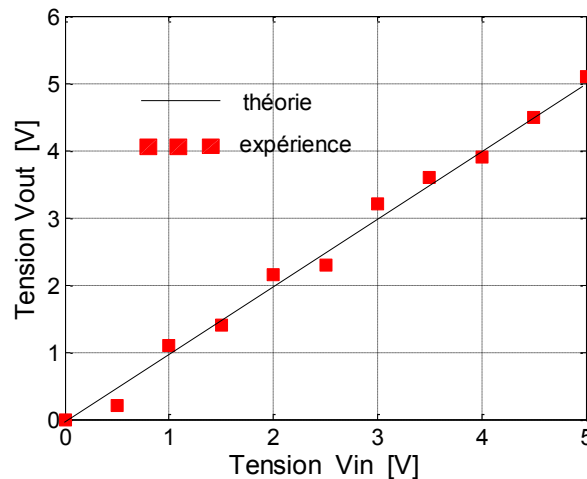

Figure 1 : Variation de la tension de sortie V_{out} en fonction de la tension d'entrée V_{in} du suiveur TL081 (25°C, sonde en sortie $\times 10$...)
- Toutes les figures doivent être accompagnées d'une légende et des conditions de mesure comme indiquée en figure 1. Le numéro de la figure doit être également inséré dans votre texte, précédant le positionnement de la figure.
« ... La figure 1 présente la variation de la tension de sortie V_{out} en fonction de la tension d'entrée V_{in} du suiveur TL081, mesurée à 25°C et avec une sonde en sortie $\times 10$ »